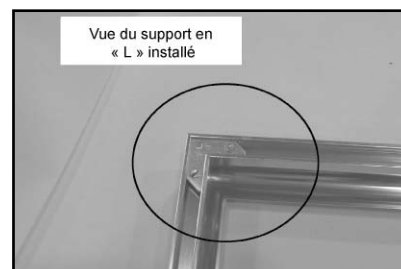

Figure 19.4
2. Assemblez la garniture au moyen des (2) supports en cornière fournis. **Figure 19.4.**